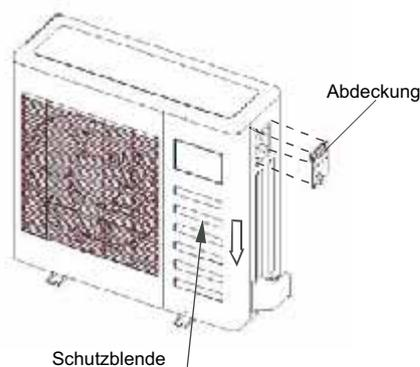

Abb. 13-1
- Demontieren Sie die Abdeckung. (Falls das Außengerät über keine Abdeckung verfügt, ist die Wartungsblende abzuschrauben und in Pfeilrichtung abzunehmen.) (s. Abb.13-1)